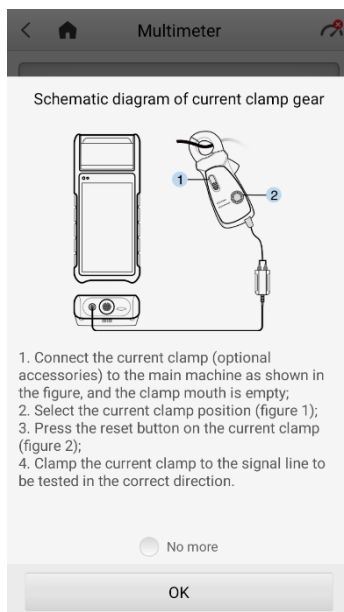

Figura 9-3 Exemplo de diagrama esquemático de um alicate amperímetro
3. Ao medir corrente CA/CC, diferentes faixas de medição exigem diferentes operações do alicate amperímetro (veja a Figura 9-3). Não toque **mais** para ocultar o diagrama.